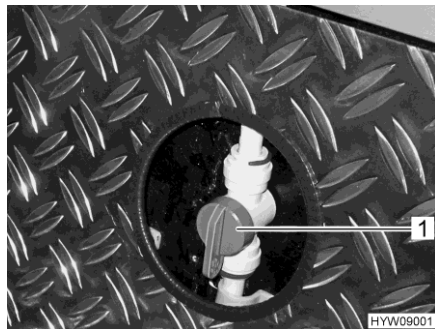

Fig. 188 Valvole di mandata (riscaldamento garage di coda)
- Collocare la maniglia (Fig. 188,1) sulla valvola di mandata per il riscaldamento garage di coda in posizione parallela rispetto alla tubatura del riscaldamento. Il riscaldamento garage di coda sarà al massimo.
- Collocare la maniglia (Fig. 188,1) sulla valvola di mandata per il riscaldamento garage di coda nella posizione desiderata. In questo modo la distribuzione dell'acqua calda verso il garage di coda può essere regolata in modo continuo.
- Collocare la maniglia (Fig. 188,1) sulla valvola di mandata per il riscaldamento garage di coda trasversalmente rispetto alla tubatura del riscaldamento. Il riscaldamento garage di coda viene quindi spento.